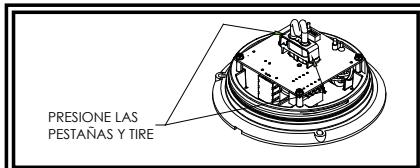

Figura 5
- Si el cableado o la batería no presentan falla, es posible que el defecto sea del tubo estroboscópico. Para cambiar el tubo intermitente, extráigalo apretando las pestañas al costado del soporte del tubo y tire hacia arriba. Vea la figura 5. Conecte el nuevo tubo intermitente. No toque con los dedos el vidrio del nuevo tubo intermitente. Utilice guantes o un paño suave. Nota: El conector tiene una guía especial que asegura la orientación apropiada. No lo fuerce.
- Vuelva a armar el estroboscopio. Si esto no soluciona el problema, devuelva el producto al distribuidor local para que efectúe un cambio bajo garantía, o bien comuníquese con el Servicio de atención al cliente ECCO para recibir asistencia, llamando al (800) 635-5900.